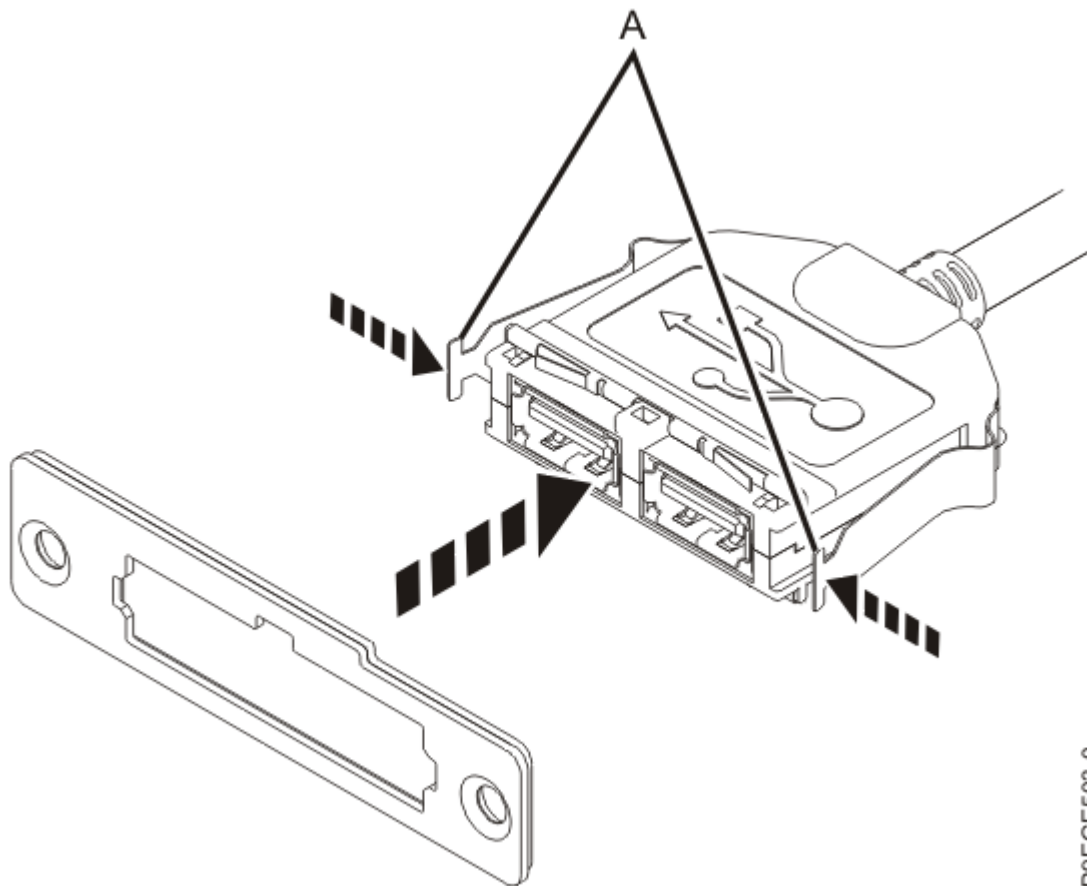

Abbildung 10. USB-Kabel an der Vorderseite im vorderen USB-Halter installieren
2. Verriegeln Sie die USB-Kabelbuchse im USB-Halter. Stellen Sie sicher, dass die Lasche an der Buchse am Halter ausgerichtet ist. Drücken Sie die Laschen **(A)**, wie in Abbildung 10 auf Seite 12 dargestellt, zusammen und führen Sie die Buchse in die Öffnung ein, bis die Laschen einrasten.